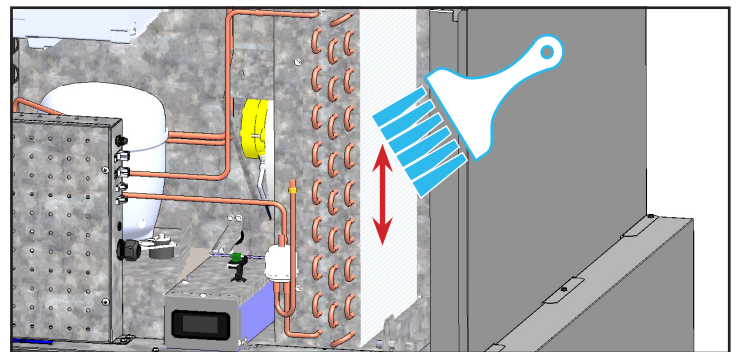

Fig. 3. Ne brossez jamais en travers des ailettes des serpentins.
3. À l'aide d'une brosse à soies dures, nettoyez soigneusement la saleté accumulée sur les ailettes du serpentin du condenseur avant. Voir fig. 3.